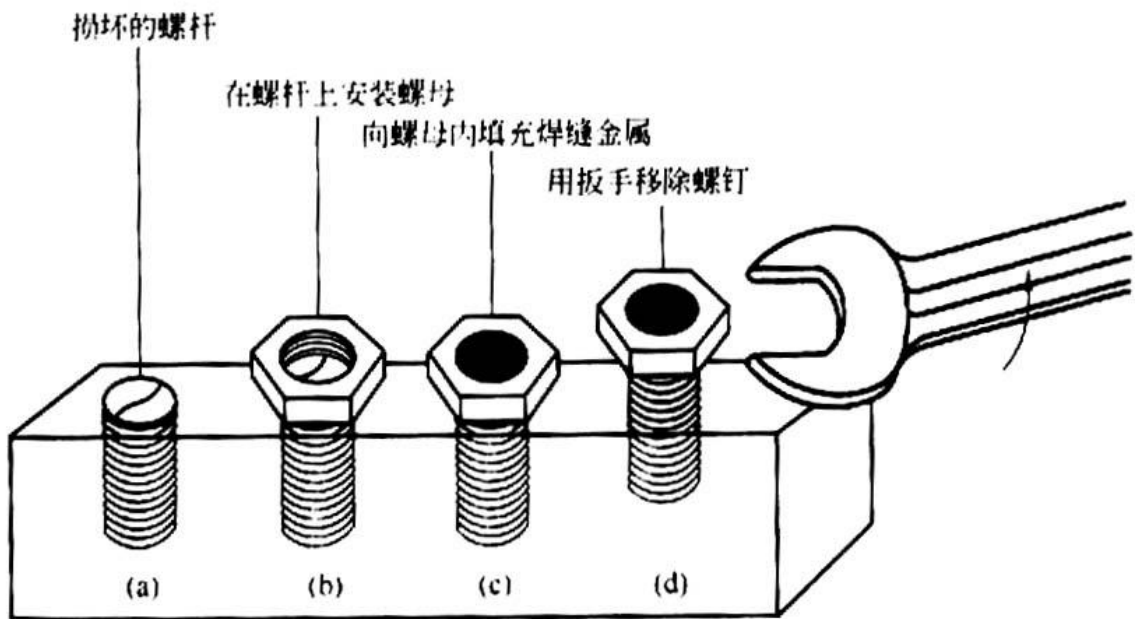

图 4 用焊接方法移除固定螺钉的残余部分示意
① 如果安装的螺钉在加热时不会损坏，可以用氧—乙炔焊炬加热螺母及其装配件直到红热状态，然后迅速水淬以利于清除螺钉，在这个过程中可能需要几次的加热，冷淬循环过程。
② 如果螺钉槽、螺母或牙槽损坏或丢失，可以在螺钉头的上部（或残余部分）放置一个螺母，旋紧螺母，然后采用任何焊接方法在螺母和螺钉的内部填充金属。这样就会将螺母和螺钉残余部分连接起来，然后在螺母上放置扳手或牙钳，迅速拔出螺钉。采用这种方法有利于提供一个新的握力点并可利用热量使螺钉紧固，用焊接方法移除固定螺钉的残余部分示意如图 4 所示。